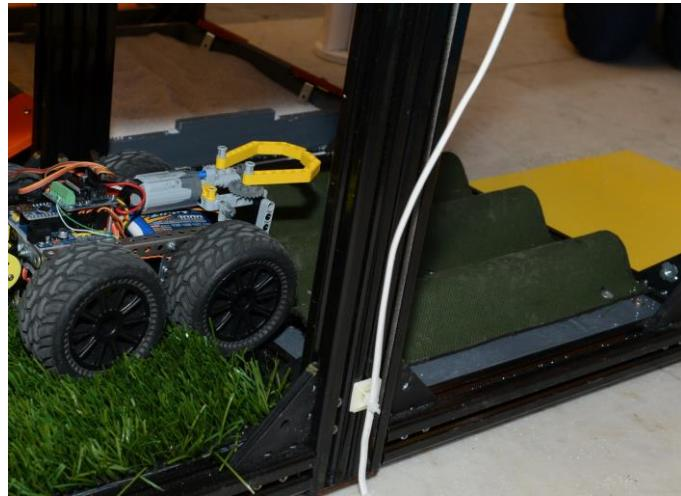

Рисунок 12 - «Крыша»
- 1.5.11. **Крыша** – участок, представляющий собой отрезок кровельного листа (ондулина), с габаритными размерами 360x360x40 (рисунок 12).